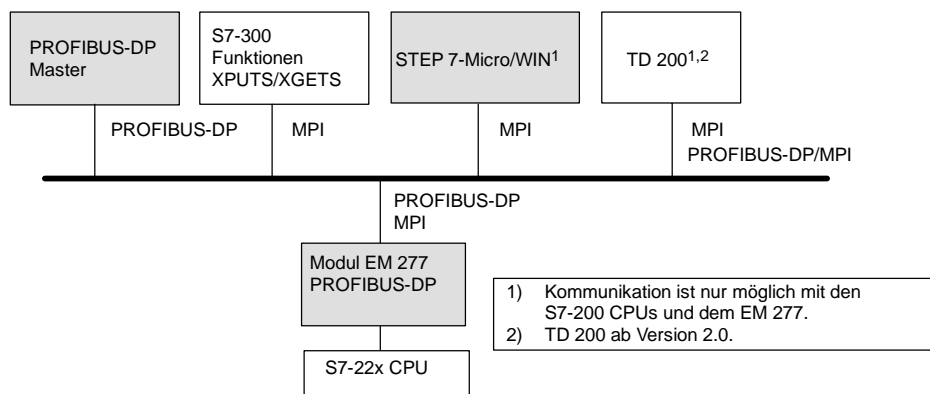

Bild A-27 PROFIBUS-DP/MPI-Netz
Maximal sechs Verbindungen (sechs Geräte) können zusätzlich zum DP-Master an das Modul EM 277 PROFIBUS-DP angeschlossen werden. Eine Verbindung ist reserviert für ein Programmiergerät (PG) und eine ist reserviert für ein Operator Panel (OP). Die anderen vier Verbindungen können von einem beliebigen MPI-Master genutzt werden. Damit das Modul EM 277 PROFIBUS-DP mit mehreren Mastern kommunizieren kann, müssen alle Master mit der gleichen Baudrate betrieben werden. Eine mögliche Netzkonfiguration zeigt Bild A-27.